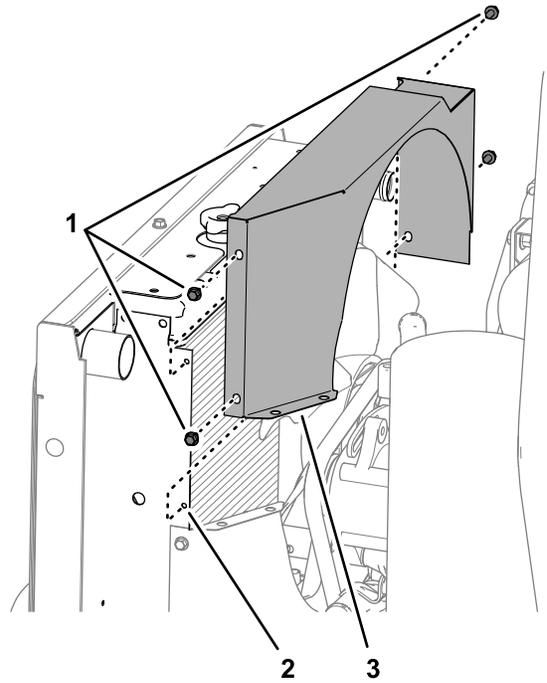

Figure 18
1. Retirez les 4 vis à embase (1/4" x 1/2") qui fixent le carénage supérieur de ventilateur à la bride du radiateur, et déposez le carénage de la machine (Figure 18).